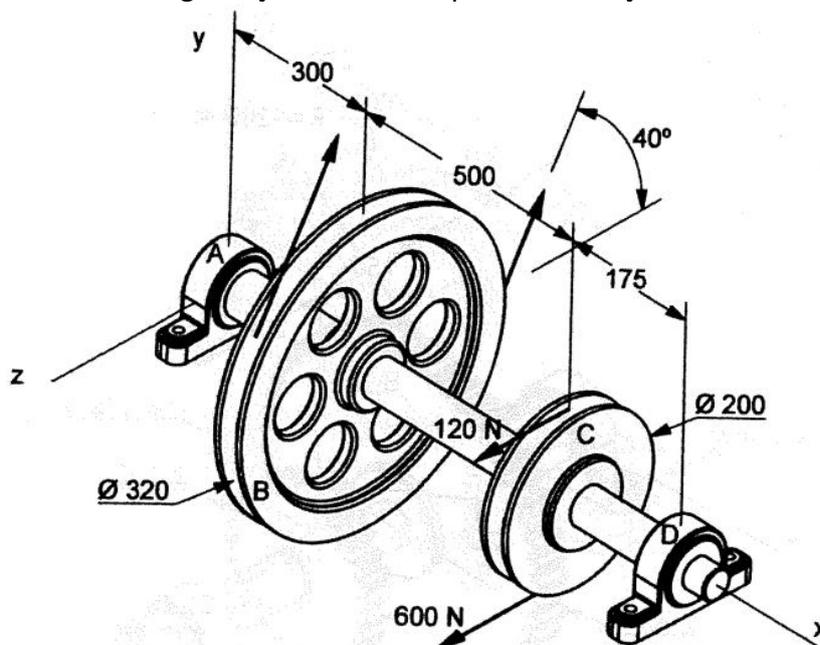

Figura 2.8
2.2.4 A Figura 2.8 representa um veio suportando duas polias. O veio roda à uma velocidade angular constante e tem um diâmetro de 45mm. A tensão de cedência do veio é de 350 MPa, determine o coeficiente de segurança do veio. Despreze o esforço transversal.